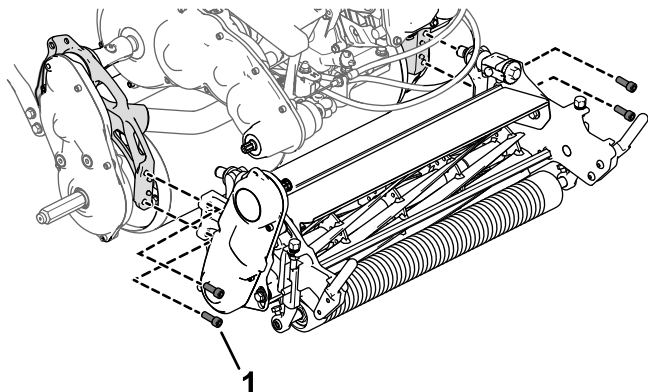

Figura 6
1. Utilice 4 tornillos allen para instalar la unidad de corte en la máquina (Figura 6).